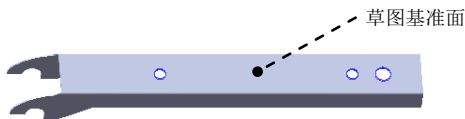

图 12.6.8 切除—拉伸 1
Step5. 创建图 12.6.8 所示的切除—拉伸 1。
- (1) 选择命令。选择下拉菜单 **插入(I)** → **切除(C)** →  **拉伸(E)...** 命令。
- (2) 定义特征的横断面草图。
- ① 定义草图基准面。选取图 12.6.8 所示的表面作为草图基准面。